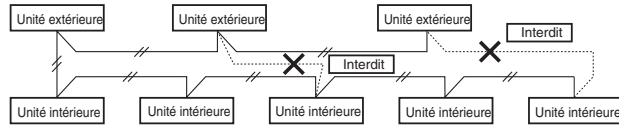

Fig. 4-1
- (2) Ne pas installer le câblage de commande entre unités en boucle. (Fig. 4-1)